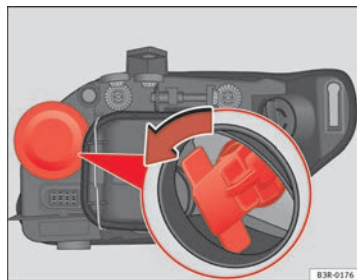

Fig. 205 Lámpara luz intermitente
- Extraiga el portalámparas asiéndolo por la empuñadura y girando en el sentido contrario de las agujas del reloj ⇒ **fig. 205**.